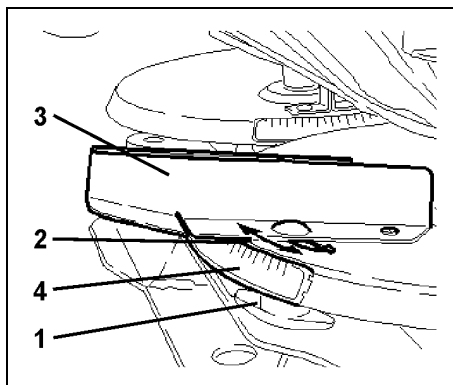

Fig. 40
- Lossa vingmuttern för den långa spridarvingen (Fig. 40/1) (**utan verktyg**).
- Avläsningskanten (Fig. 40/2) för den långa spridarvingen (Fig. 40/3) ställs in på skalvärde "40" på skalan (Fig. 40/4).
- Dra åt vingmuttern (Fig. 40/1).